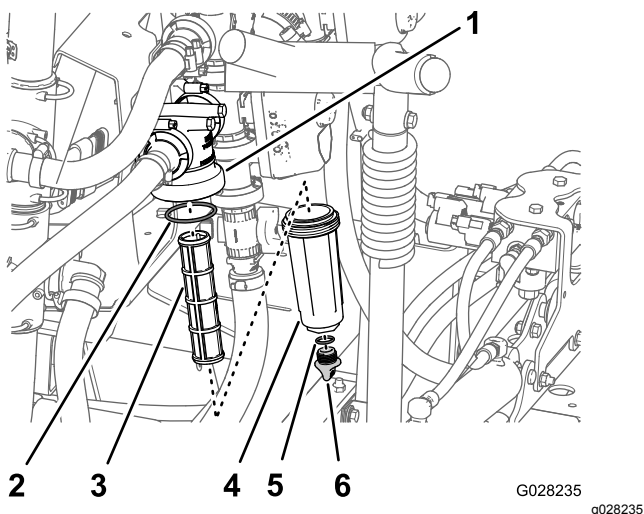

Figura 48
2. Allineate una bacinella di spurgo sotto il filtro della pressione (Figura 48).
3. Ruotate il tappo di spurgo in senso antiorario e rimuovetelo dal pozzetto del filtro della pressione (Figura 48).
4. Ruotate il pozzetto in senso antiorario e rimuovete la testa del filtro (Figura 48).
5. Rimuovete l'elemento del filtro della pressione (Figura 48).
7. Controllate la guarnizione del tappo di spurgo (situato all'interno del pozzetto) e la guarnizione del pozzetto (situato all'interno della testa del filtro) per escludere danni e usura (Figura 48).
8. Montate l'elemento del filtro della pressione nella testa del filtro (Figura 48).
9. Montate il pozzetto sulla testa del filtro e serrate manualmente (Figura 48).
10. Montate il tappo di spurgo sul raccordo nella parte inferiore del pozzetto e serrate il tappo manualmente (Figura 48).